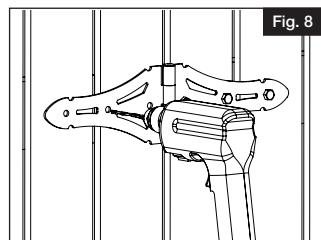

Fig. 8
- d. Taladre agujeros guía de 7/32" en el poste (Fig. 8).